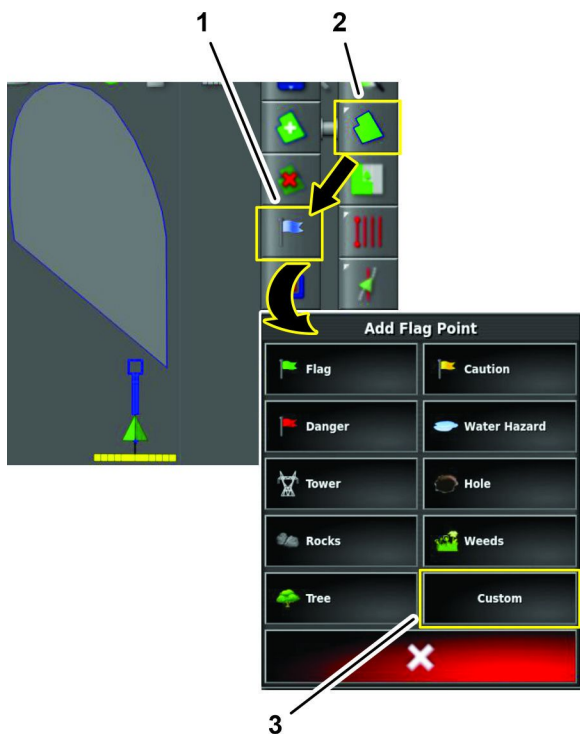

Figura 80
2. No menu de adicionar ponto de sinalização, pressione o ícone MENU DE CAMPOS e, em seguida, o ícone APLICAR SINALIZAÇÃO (Figura 80).
3. Pressione o ícone de sinalização PERSONALIZADA (Figura 80).